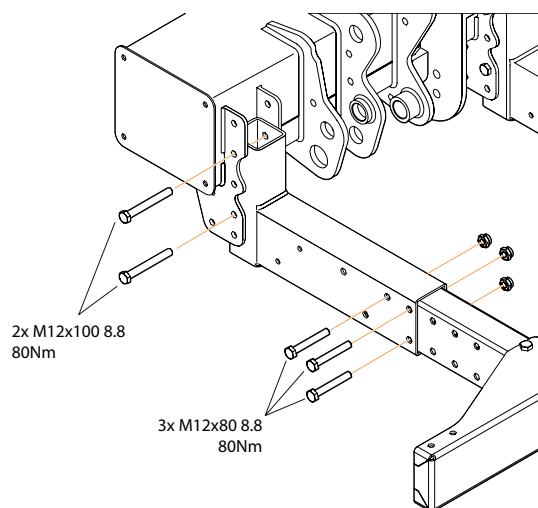

Abb.49. Montage des Unterfahrschutzes
1. Die innere Konsole in einer der vier möglichen Höheneinstellungen montieren. Die Höheneinstellung auswählen, welche den vorgegebenen Anforderungen entspricht, siehe Abschnitt "3.2 Gesetzlich vorgeschriebene Maße" auf Seite 9. Die zugehörigen Schrauben verwenden (M12x100). Montieren, ohne die Schrauben anzuziehen, siehe Abb.49.
Die zugehörigen Schrauben verwenden (M12x80). Montieren, ohne die Schrauben anzuziehen. siehe Abb.49.